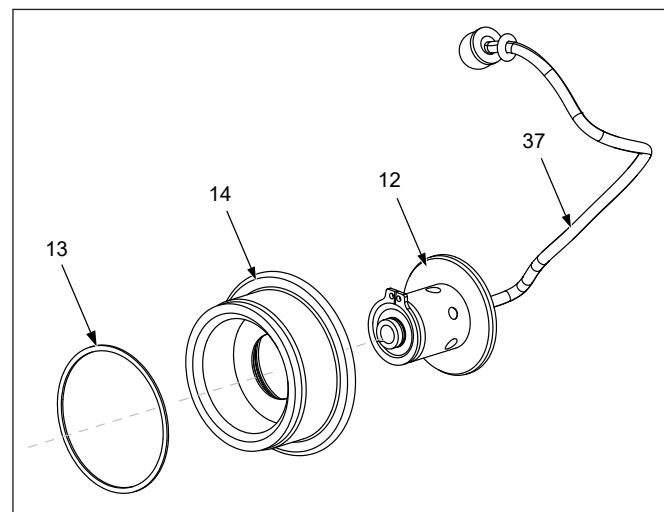

Рисунок 17: Квадратный хвостовик, трехмерное представление
1. Нанесите силиконовую смазку на все компоненты, кроме двух винтов крепления плоского фиксатора (35).
2. Установите на место пружину (16), лепесток плоского фиксатора (15) и винт без головки (10), нанесите немного резьбового герметика Loctite 222 на винт без головки, прежде чем устанавливать узел в плоский фиксатор (24).
3. Установите плоский фиксатор (24) в корпус упора (2), нанесите немного резьбового герметика Loctite 243 на резьбовые монтажные отверстия, прежде чем устанавливать винты крепления плоского фиксатора (35).
4. Если кольцо с серьгой для страховочного фала (38) снималось, установите его на место и зафиксируйте винтом с ушком. При сборке герметик Loctite 222 необходимо нанести на резьбу винта с ушком.
5. Установите съемный тросик (36) на место сзади фиксирующего стакана цилиндра. Сдвиньте упор (2) на корпус гайковерта (1), при этом продев съемный тросик (36) сквозь плоский фиксатор (24) и зафиксируйте, навинтив шестигранную гайку на конец съемного тросика (36).
7.2.5 Снятие и установка кнопки разъединителя квадратного хвостовика (рис. 17)